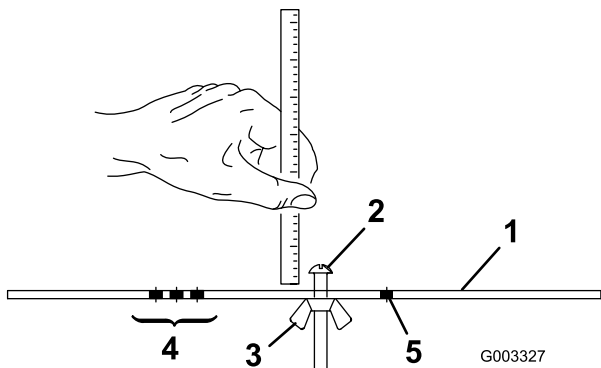

Figura 17
- 2. Afloje la tuerca de la barra de ajuste (Figura 17) y ajuste el tornillo para la altura de corte deseada. La distancia entre la parte inferior de la cabeza del tornillo y la cara de la barra es la altura de corte.